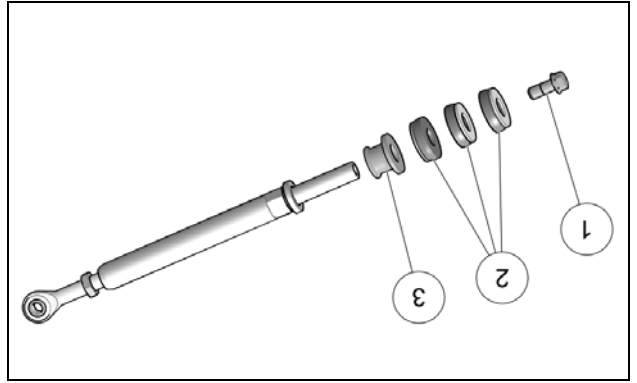

Figure 7
- Retirer le boulon (1) du bras de couplage ainsi que les amortisseurs de caoutchouc (2) et l'espaceur d'aluminium (3). Figure 7.